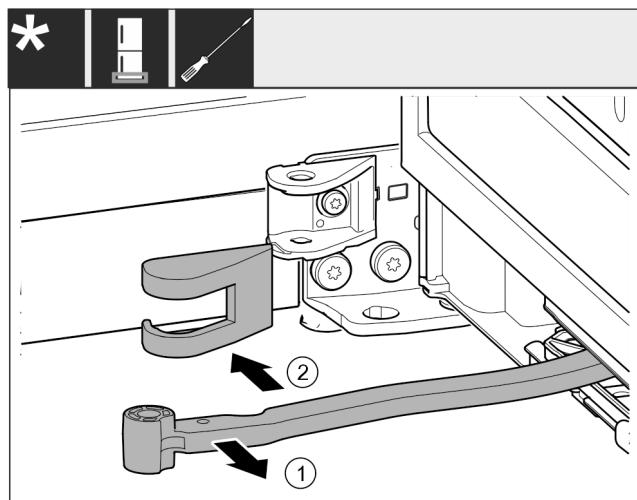

Fig. 16
- Pagrieziet šarnīru durvju virzienā. Fig. 16 (1)
- Noņemiet gultņa balsta pārsegu. Fig. 16 (2)